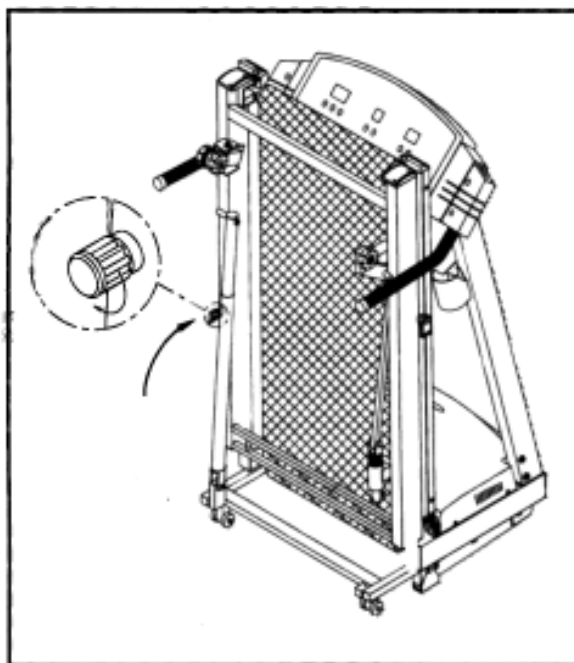

Fig.12
2. Til het eind van het loopvlak op om deze in loodrechte positie op te bergen, en draai de moer onder het loopvlak met de klok mee om deze vast te zetten (zie Fig. 12).